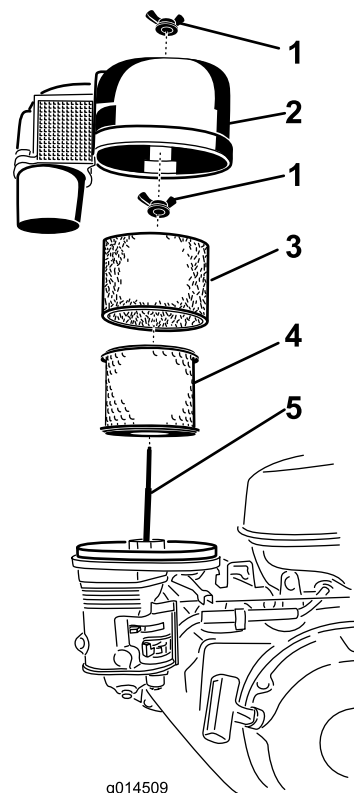

Figura 11
1. Retire la tuerca de orejeta y retire el filtro ciclónico con la cubierta del filtro de aire (Figura 11).